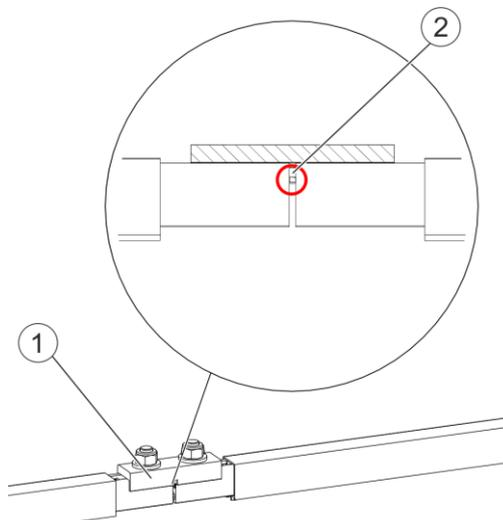

Fig. 77 : Élément de liaison avec encoche (pos. 2) poussé sur les deux extrémités du rail conducteur
- Pousser le rail conducteur de la deuxième extrémité du rail jusqu'à l'encoche (pos. 2) de l'élément de liaison (voir Fig. 77).
- Serrer les écrous M8 de l'élément de liaison (pos. 3) au couple prescrit (clé de 13, clé dynamométrique : **10 Nm** pour les écrous en acier inoxydable, **12 Nm** pour les écrous galvanisés).